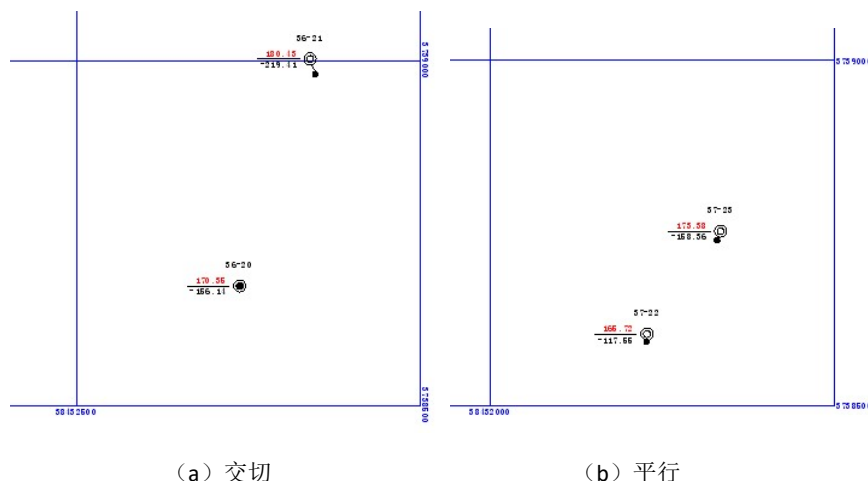

图 5-14 注记设置
(5) **注记设置**: 设置生成经纬网的坐标的标注位置。平行即为与经纬网平行; 交切即为与经纬网垂直(注: 平行只对经纬网角度为 0 的情况适用), 如图 5-14 所示。【自选模式】可根据需要设置注记与经线和纬线之间的位置关系。